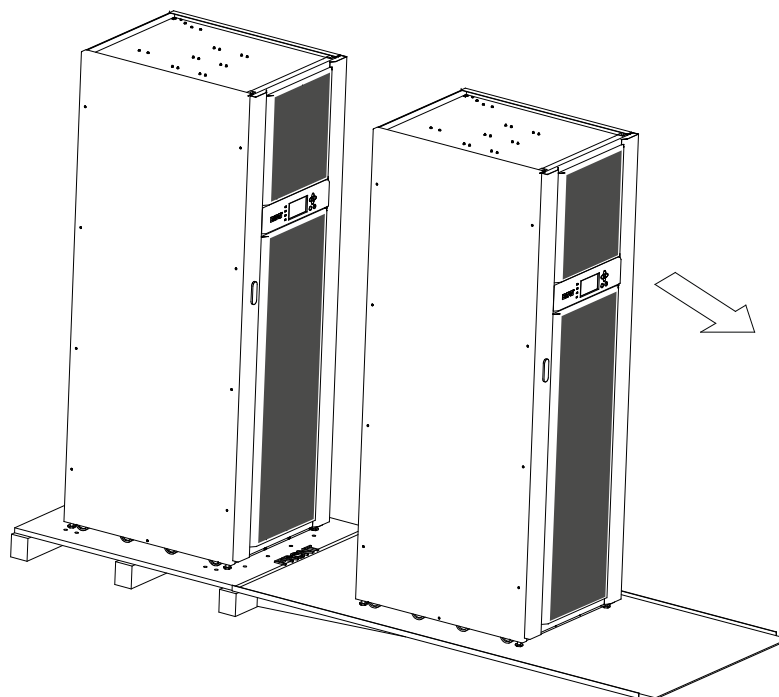

Рис. 4-4: Скатывание шкафа по уклону
- Медленно катите шкаф по направлению к лицевой части поддона. Продолжайте катить шкаф по уклону до тех пор, пока он полностью не сойдет с поддона (см. рисунок 4-4).